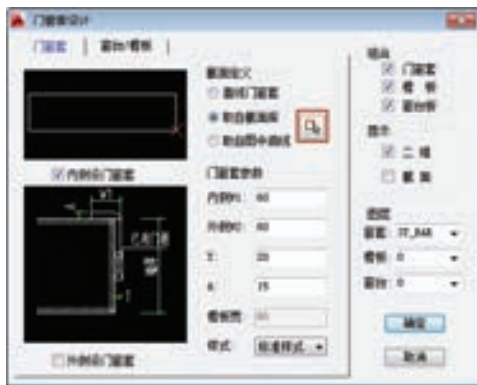

图 5-73 “门窗套设计”对话框
2) 调用“JZST”命令，系统弹出“门窗套设计”对话框，在“截面定义”选项组中单击“取自截面库”单选按钮，并单击后面的 ，如图 5-73 所示。